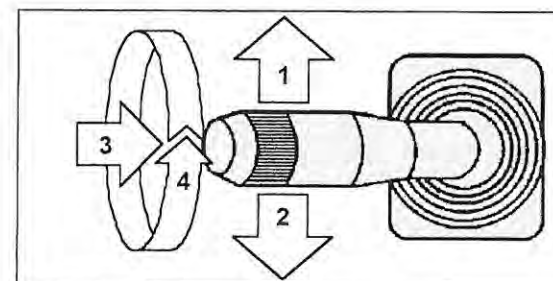

Abb. 16
**19. SCHALTER FÜR LICHT / BLINKANLAGE / HUPE (Abb.16)**